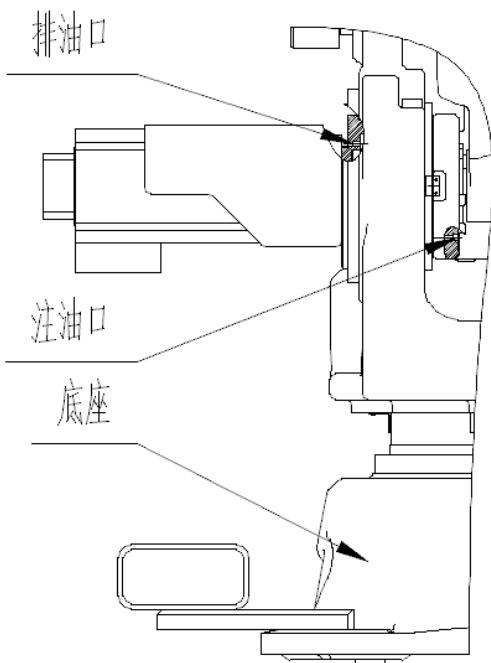

图 13 J3 轴局部结构
#### (1) 油脂补充步骤（参考图 13）
- ④ 安装排油口堵塞前，运动 J3 轴若干分钟，使多余的油脂及空气从排油口排出；
- ⑤ 用布擦净从排油口排出的多余的油脂，在排油口安装堵塞。堵塞的螺纹处要缠生胶带，并用扳手拧紧。
## (2) 油脂更换步骤（参考图 13）